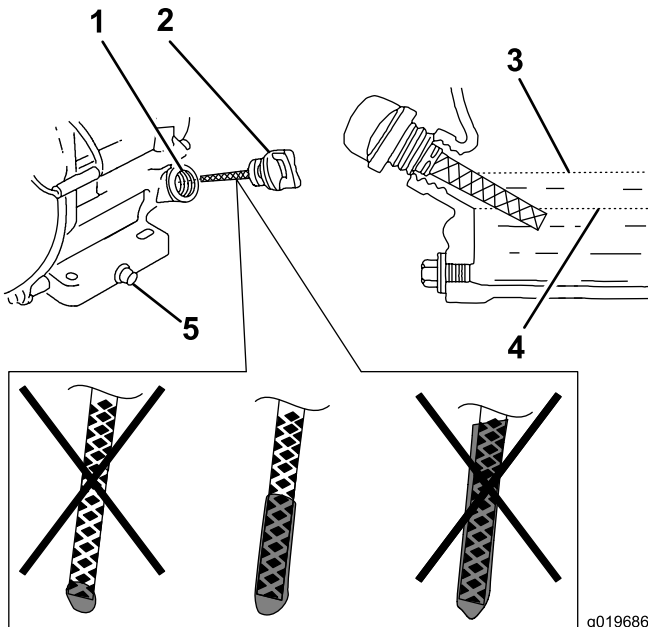

Figura 18
6. Retire la varilla y compruebe el nivel de aceite del motor (Figura 18).